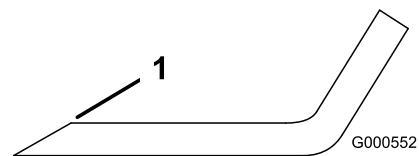
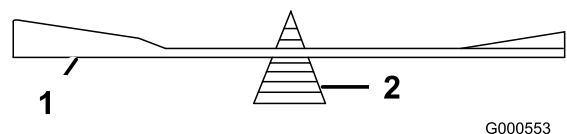

Bild 57
Bild 58
1. Schärfen Sie die Schnittkante an beiden Enden des Schnittmessers mit einer Feile (Bild 57). Behalten Sie den ursprünglichen Winkel bei. Das Schnittmesser behält seine Auswuchtung bei, wenn von beiden Schnittkanten die gleiche Materialmenge entfernt wird.
2. Überprüfen Sie die Auswuchtung des Schnittmessers auf einer Ausgleichmaschine (Bild 58). Wenn das Schnittmesser in seiner horizontalen Position bleibt, ist es ausgewuchtet und kann wiederverwendet werden. Feilen Sie, wenn das Schnittmesser nicht ausgewuchtet ist, vom Flügelbereich des Messers etwas Metall ab (Bild 57). Wiederholen Sie diesen Vorgang, bis das Messer ausgewuchtet ist.